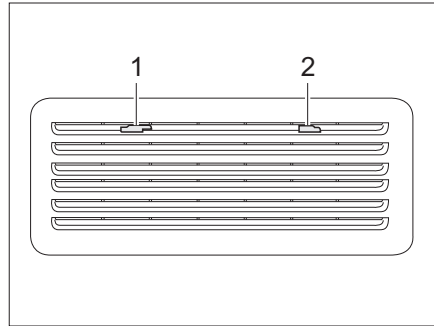
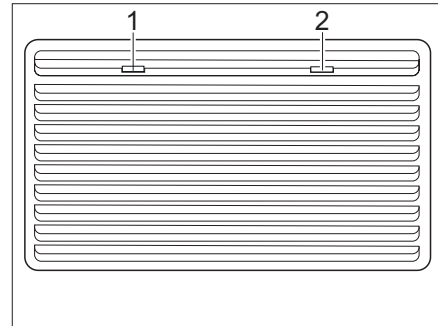

Bild 132 Kühlschranks-Lüftungsgitter (Thetford klein)
Bild 133 Kühlschranks-Lüftungsgitter (Thetford groß)
- Arretierungen (Bild 132,1 und 2 bzw. Bild 133,1 und 2) zur Mitte schieben.